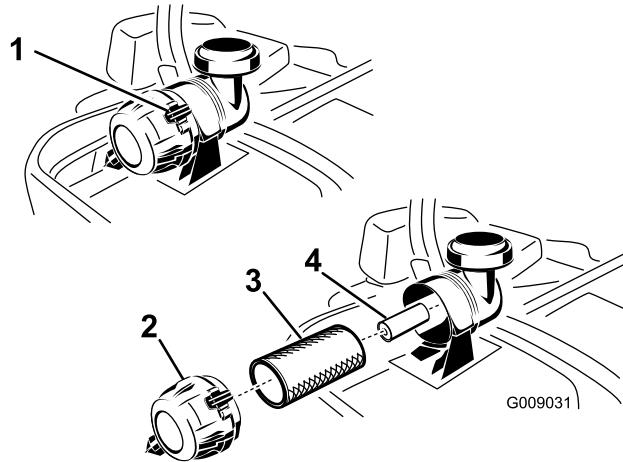

図 38
- エアクリーナのリテナクランプを押し下げて外し、エアクリーナのボディーからカバーを引き抜く図38。
- 次フィルタをゆっくり引き抜くようにしてエアクリーナのボディーから外す図38。ボディーの側面にフィルタをぶつけないように注意すること。
- ペーパーフィルタは清掃しないで交換する図38。
- 二次フィルタを交換する場合には、十分に注意しながら、フィルタのボディに挿入する図38。
- 一次フィルタをゆっくり押し込むようにして二次フィルタの上から取り付ける図38。一次フィルタの外側リムをしっかりと押さえて確実に装着してください。
ランプがカバーに適切にはまるように取り付ける図 38。